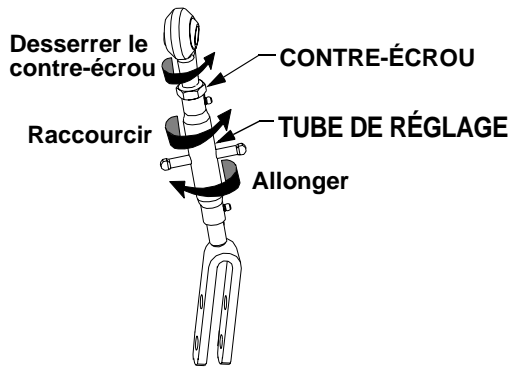

Figure 27
- Vous pouvez ajuster le bras de levage réglable, situé du côté droit, pour amener les bras d'attelage inférieurs à la même hauteur. Desserrez le contre-écrou puis tournez le tube de réglage, comme le montre la Figure 27, pour raccourcir ou allonger le bras de levage. Après le réglage, revissez le contre-écrou contre le tube.